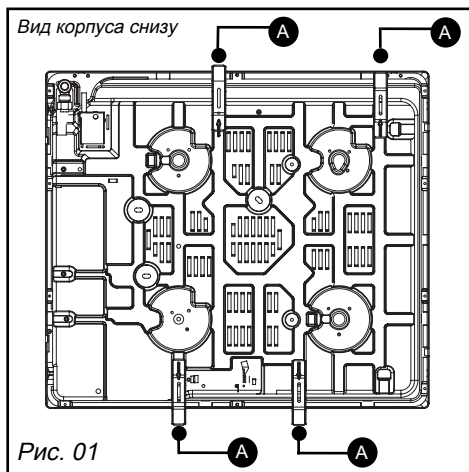
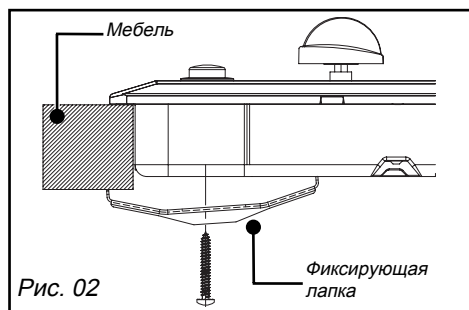

Рис. 01
Рис. 02
Руководствуйтесь схемой (Рис. 01).
- Прежде чем устанавливать варочную поверхность обеспечьте герметичность между варочной и рабочей поверхностями, приклеив уплотнитель из пеноматериала по внешнему контуру варочной поверхности (Рис. 02)
Вы можете заблокировать поверхность по вашему желанию с помощью фиксирующих лапок, поставляемых в комплекте с винтами (рис. 02), устанавливаемых по углам корпуса. Используйте отверстия, специально предусмотренные для этого и обозначенные на рисунке выше (рис. 01).